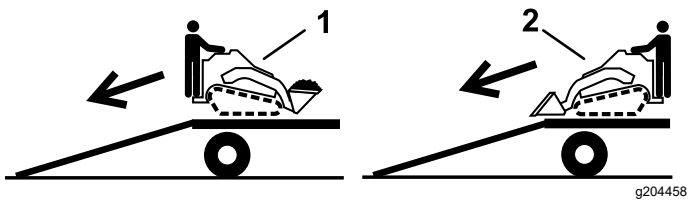

Figure 38
2. Descendez la machine de la remorque en gardant le côté le plus lourd en haut de la rampe et en maintenant la charge en bas (Figure 38).